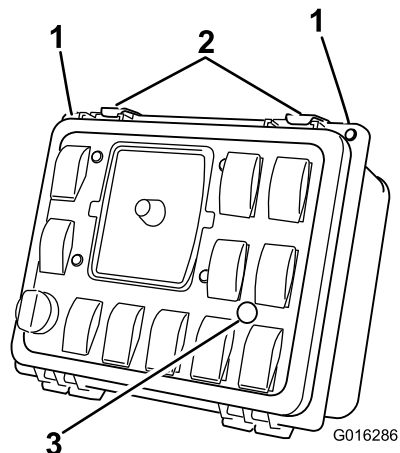

Figure 20
2. Percez un trou de 1,27 cm de diamètre dans le panneau de commande pour le voyant (Figure 20).
8. Fixez le couvercle du panneau de commande au boîtier de commande avec les fixations retirées précédemment (Figure 20).